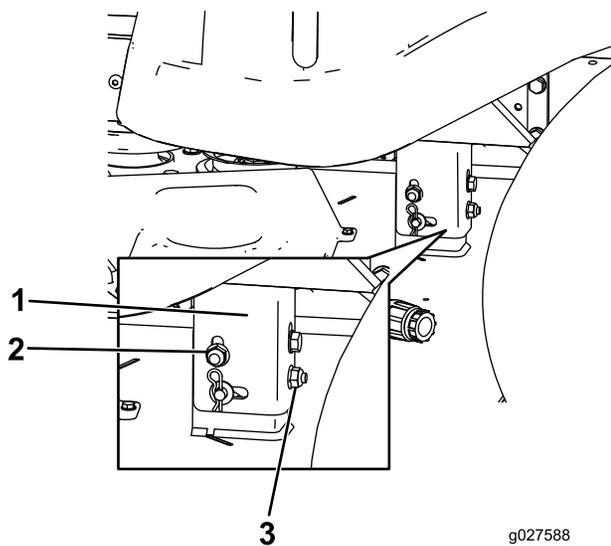

Figura 59
8. Alzate o abbassate il lato sinistro del piatto di taglio ruotando il dado posteriore (Figura 59).
Nota: Ruotate il dado posteriore in senso orario per alzare il piatto di taglio, in senso antiorario per abbassarlo. (Figura 59).